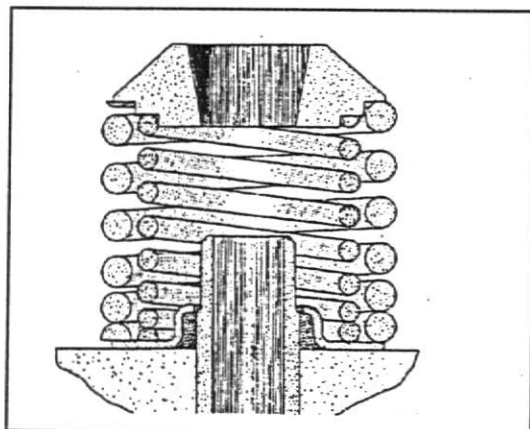

Fig. 16
3. Monte o vedador novo, a arruela das molas, as molas e o assento das molas. Lubrifique as peças na sequência de montagem. As molas com as espiras mais próximas (amortecedoras) devem estar voltadas para o cabeçote, fig. 16.